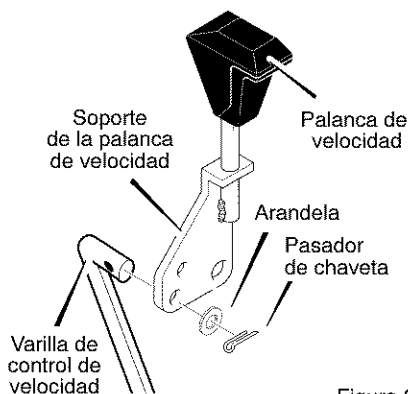

Figura 66
2. Conecte la **varilla de control de velocidad** (*extremo en ángulo de 90°*) al **soporte selector de velocidad** con la **arandela** y el **pasador de chaveta**. Vea la Figura 66.